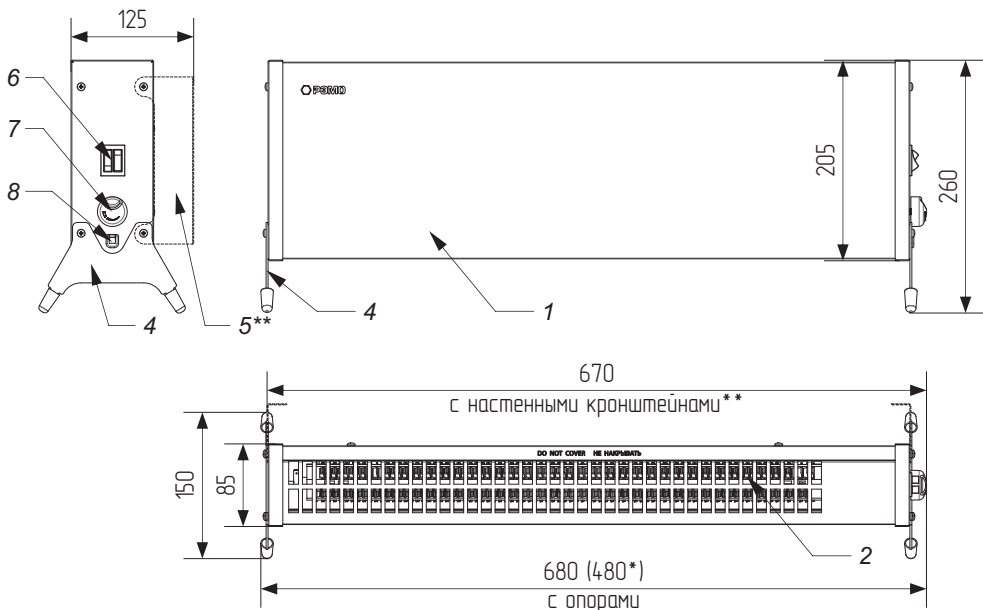

Рисунок 1. Габаритный чертёж и элементы конструкции электрического обогревателя.
- 5.1. Конвектор (см. рис. 1) представляет собой металлический корпус, состоящий из передней панели (1) и задней панели (3), внутри которого на шасси расположен электронагревательный элемент (на чертеже не показан). На корпус устанавливаются опоры (4) или настенные кронштейны (5) (только для СБ-1500.2, СБ-2000.2). На боковой поверхности корпуса расположены рокерный переключатель (клавишный выключатель) с подсветкой (6) (два переключателя для исполнений СБ-1500.2, СБ-2000.2) и ручка термостата (7).